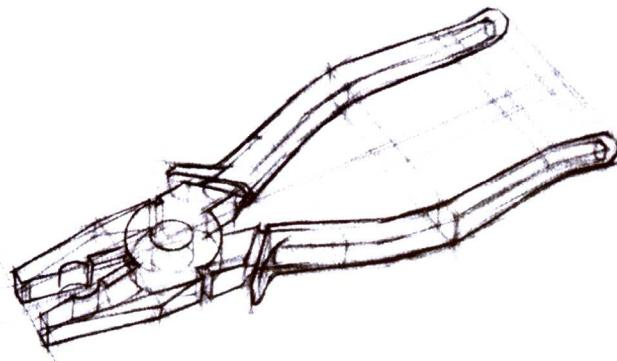

图 2-5 绘制步骤 3
(3) 反复比较，深入刻画。由局部到整体、再由整体到局部；由外部到内部、再由内部到外部，进行体积、比例、大小的比较和刻画。还要作透视关系的比较，近大远小，近长远短，如图 2-5。
(4) 调整完成，从整体处审视画面，以作加强或减弱的决定，达到整体画面效果的完整统一。